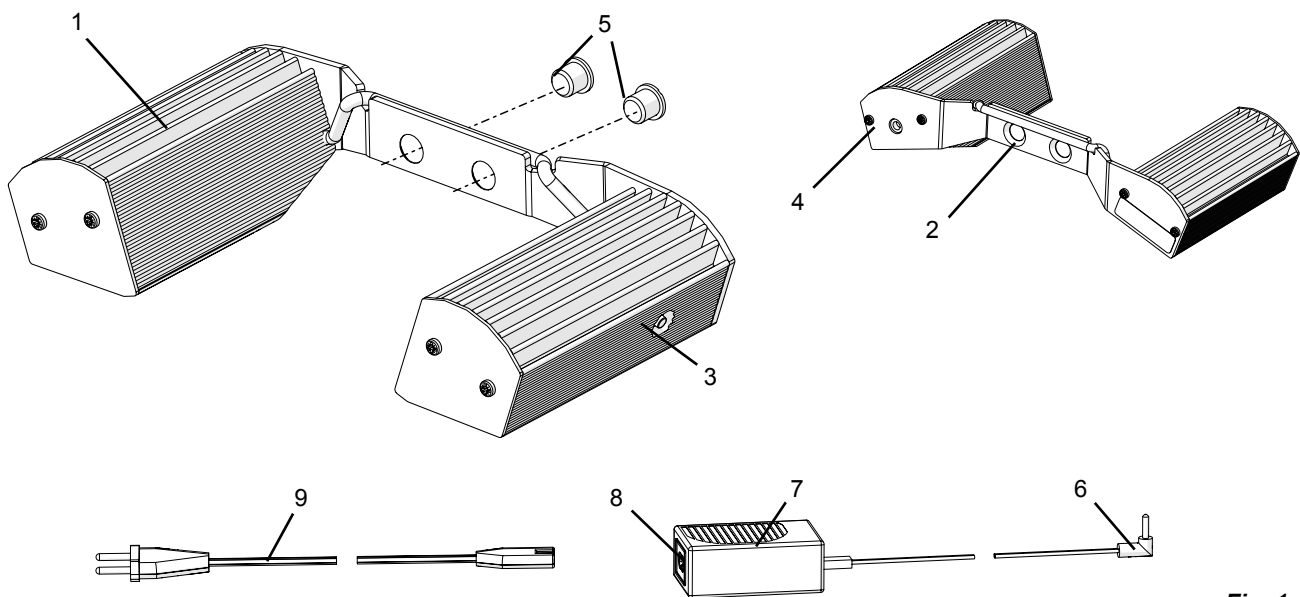

Fig. 1
- ⇒ Encaixe o cabo elétrico (9, Fig. 1) na conexão de rede elétrica (8, Fig. 1) da fonte de alimentação (7, Fig. 1).
O botão Lig/Desl (3, Fig. 1) permite ligar e desligar a iluminação LED, bem como mudar para uma intensidade de luz reduzida (atenuada).